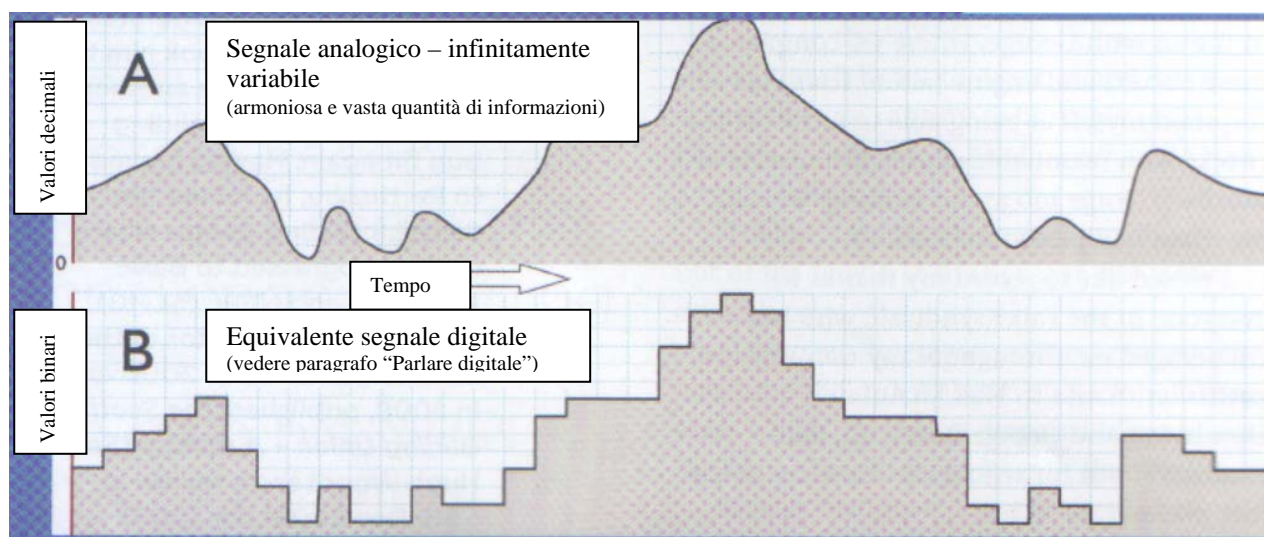
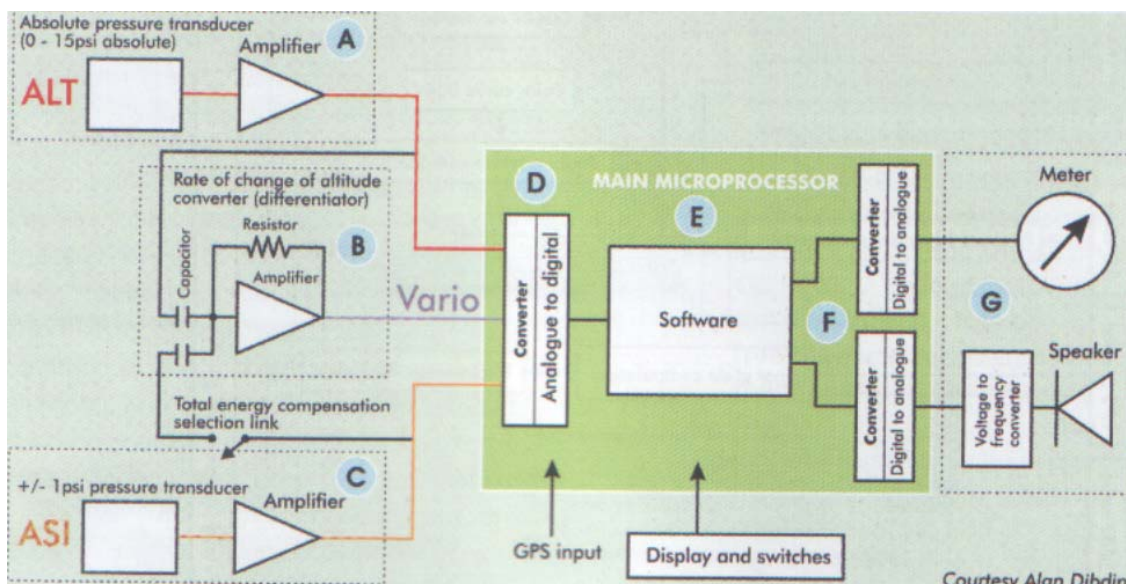

Figura 42. Segnali dal trasduttore
Figura 44. Schema funzionale di un variometro elettronico
Così frustrazioni a parte, c'è un problema tecnico. L'uscita dal trasduttore è un vecchio segnale analogico – un segnale senza giunzioni e infinitamente variabile che riportato su un grafico potrà sembrare come quello rappresentato in Figura 42 A.
Rappresentato graficamente, la conversione in digitale di un segnale analogico diventa come in Figura 42 B. Il modulo convertitore analogico/digitale all'interno del microprocessore (vedere Figura 44, complessivo D) prende regolari "istantanee", o campioni, del segnale analogico in ingresso. Ovviamente i due valori devono essere equivalenti (massimo valore in uno deve eguagliare il grandissimo numero nell'altro) ma la traduzione non deve essere letterale. Per esempio: cinque volt del segnale analogico non necessariamente saranno rappresentati da "5" (011) in binario. Il valore in binario dipende dalla "definizione" dell'istantanea, la quale a sua volta dipende da quanti bits sono disponibili per fare la conversione – ed immagazzinarlo. Esso dipende anche da quanto dettaglio è necessario in quel momento.
Una volta che il software ha fatto il suo lavoro, ogni cosa che salta fuori sull'uscita del microprocessore è in linguaggio binario – ed incomprensibile. Prima che un quadrante standard possa mostrare qualcosa, od una unità audio dare un debole segnale (vedere Figura 44, complessivi F e G), il segnale deve venire convertito nuovamente in analogico. In Figura 44 si vede come avviene il processo inverso, con il risultato elettronicamente semplificato di rendere comprensibile quello che diversamente verrebbe mostrato come una serie di sconcertanti movimenti.
Di massima, si potrebbe calcolare il rateo di salita o discesa usando i due campioni più recenti, ma parzialmente a causa della “definizione” in uscita, questa non lavora correttamente per molto piccole variazioni di pressione/altitudine. Ci sono diverse soluzioni per questo, non dubitate, ma il variometro preso in considerazione, il Dibdin, lo fa prendendo il segnale d'uscita amplificato del trasduttore (vedere Figura 44 box **A**) e caricando uno dei condensatori nel box **B** al medesimo voltaggio. Se successivamente **A** non cambia (l'aliante ne sale e ne scende) allora il condensatore caricato non fa fluire alcuna corrente nell'amplificatore **B**. Nell'istante in cui il voltaggio del condensatore si modifica, una corrente fluisce all'amplificatore, essa è direttamente connessa con il rateo di variazione della tensione del condensatore. Più rapidamente cambia **A**, maggiore sarà la corrente in uscita da **B**. Una resistenza messa in parallelo all'amplificatore ha lo scopo di creare una sequenza di ritorno che causa effettivamente la perdita dall'amplificatore, prevenendolo da una ricarica dal condensatore. Come l'uscita dal trasduttore, anche l'uscita dal box **B** viene convertita in digitale prima di entrare nel microprocessore.